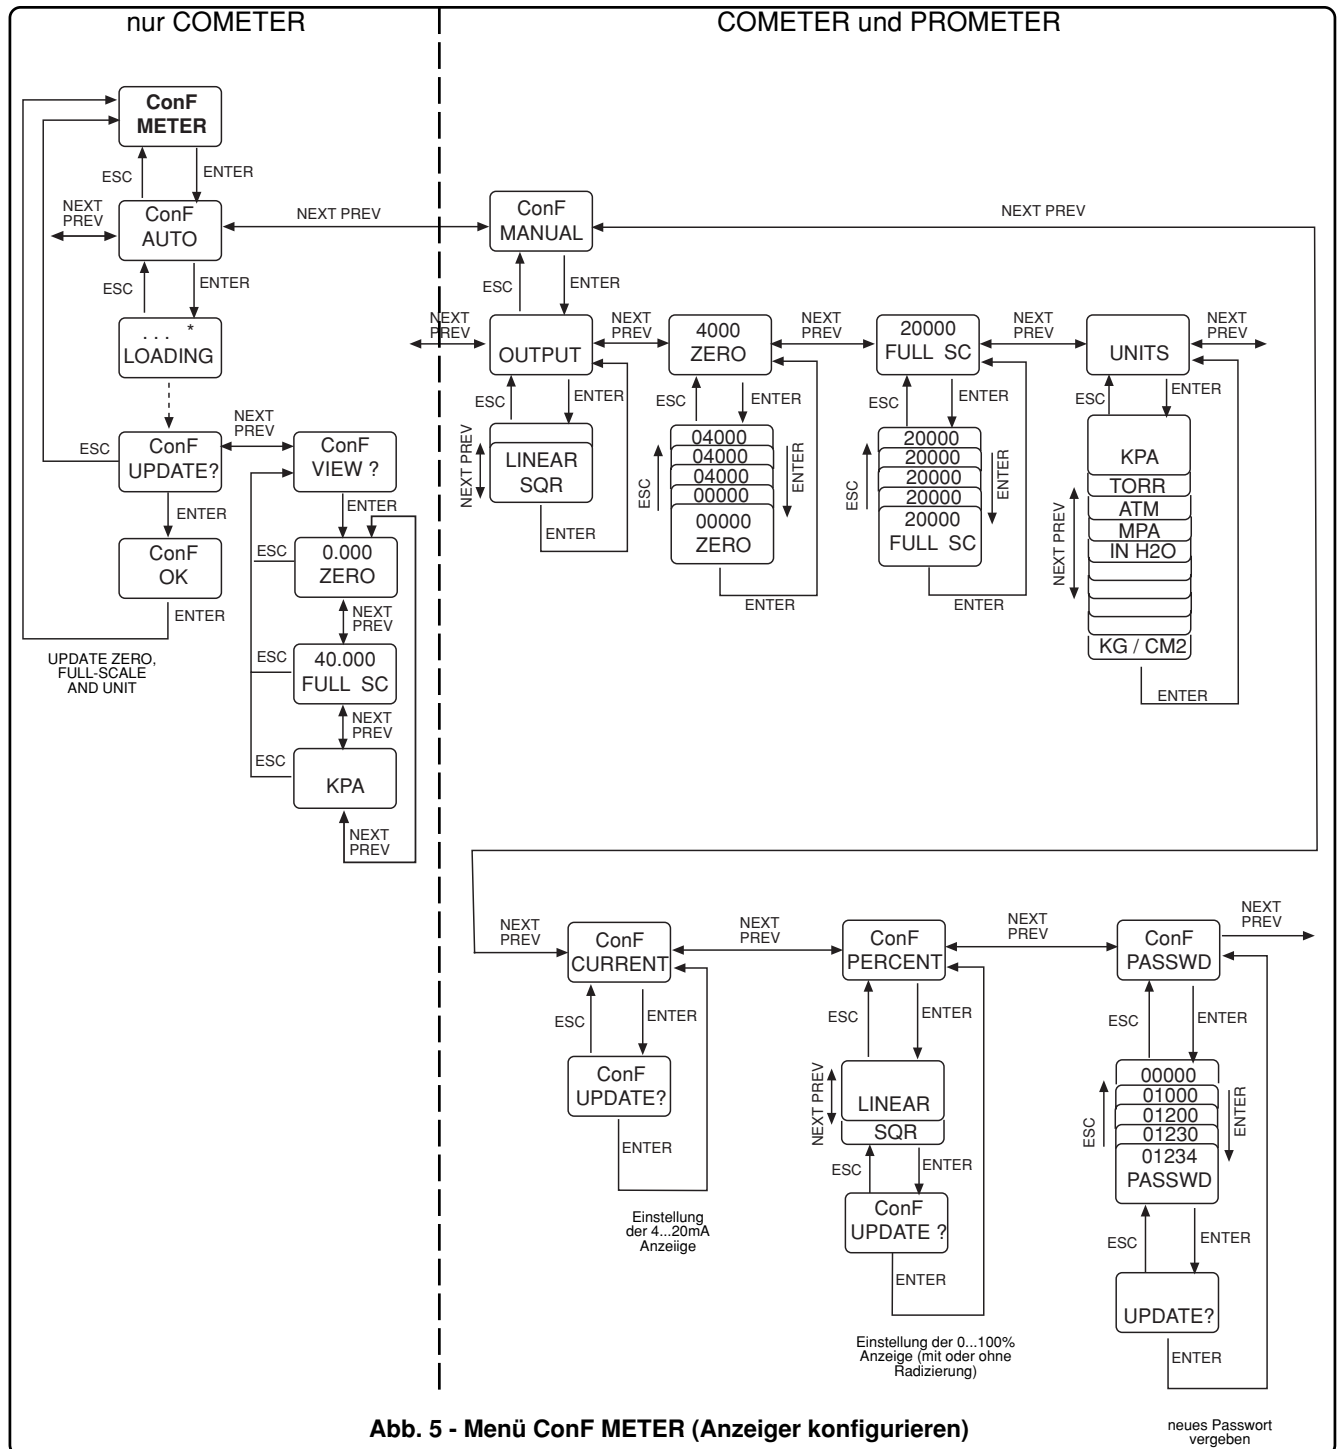

Abb. 5 - Menü ConF METER (Anzeiger konfigurieren)
Der Zugang zum Menü **ConF PASSWORD** (Passwort konfigurieren) erfolgt wie in Abbildung 5 gezeigt. Sobald das Menü **ConF PASSWORD** (Passwort konfigurieren) geöffnet wurde, blinkt der Cursor bei der ersten Ziffer. Um die Ziffern, die ursprünglich auf Null (0) gesetzt sind, zu ändern, den Taster **ENTER** betätigen. Mit den Tastern **NEXT** und **PREV** den Wert der jeweils aktiven Ziffern erhöhen oder verringern und dann mit dem Taster **ENTER** den Cursor auf die nächste Ziffer verschieben oder mit dem Taster **ESC** auf die vorherige Ziffer zurückspringen. Wenn die Meldung „UPDATE?“ (Aktualisieren?) erscheint, kann das neue Passwort durch Betätigen des Tasters **ENTER** bestätigt oder die Passwortdefinition durch Betätigen des Tasters **ESC** abgebrochen werden. Wenn alle Ziffern auf Null gesetzt sind, ist das Passwort deaktiviert.
Messumformers auf eine lineare Funktion umgestellt werden. Vorgehensweise für das Menü ConF AUTO (Automatische Konfiguration) siehe Abb. 5 - ConF METER (Anzeiger konfigurieren).
Wenn diese Option gewählt wird, kann der Bediener das CoMeter und ProMeter von Hand konfigurieren, d. h. die Werte für den Messbereichsanfangswert LRV (ZERO), den Messbereichsendwert URV (FULL SC) und die gewählte Einheit (UNIT) von Hand festlegen und die Ausgangsfunktion auf eine lineare (LINEAR) oder eine Radizierungsfunktion (SQR) einstellen. Für den Messbereichsanfangswert LRV und den Messbereichsendwert URV können Werte zwischen -99999 und +99999 eingegeben werden. Genauere Angaben zur Vorgehensweise siehe Abb.5-ConF METER (Anzeiger konfigurieren). Damit das CoMeter den analogen Ausgangsstrom oder den Ausgangs-Prozentwert anzeigt, ist ConF CURRENT beziehungsweise ConF PERCENT einzustellen.
Mit der Option Conf PERCENT kann der Bediener die Ausgangsfunktion auf eine lineare (LINEAR) oder eine Radizierfunktion (SQR) einstellen. Wenn die Radizierfunktion gewählt wird, ist das Ausgangssignal zwischen 0 bis 20% linear (bis 4% Eingang dp). Genauere Angaben zur Vorgehensweise siehe Abb.5-Conf METER (Anzeiger konfigurieren).